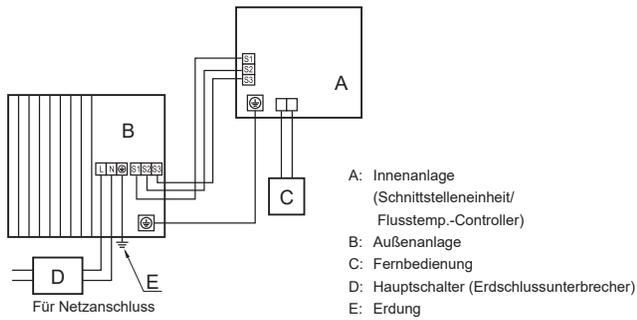
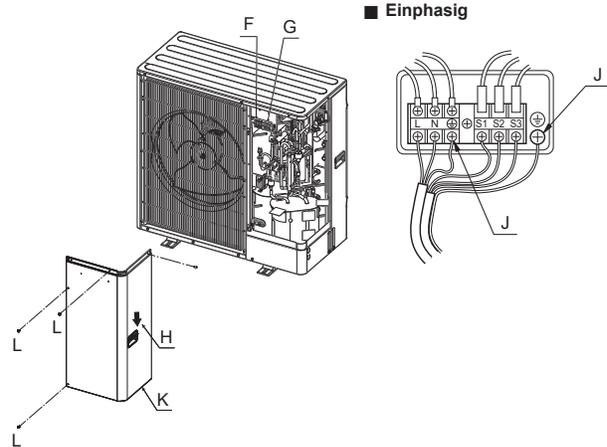

Abb. 7-1
Abb. 7-2
### 7.1. Außenanlage (Abb. 7-1, Abb. 7-2)
- (1) Die Bedienungsplatte abnehmen.
- (2) Die Kabel gemäß der Abb. 7-1 und der Abb. 7-2 verdrahten.